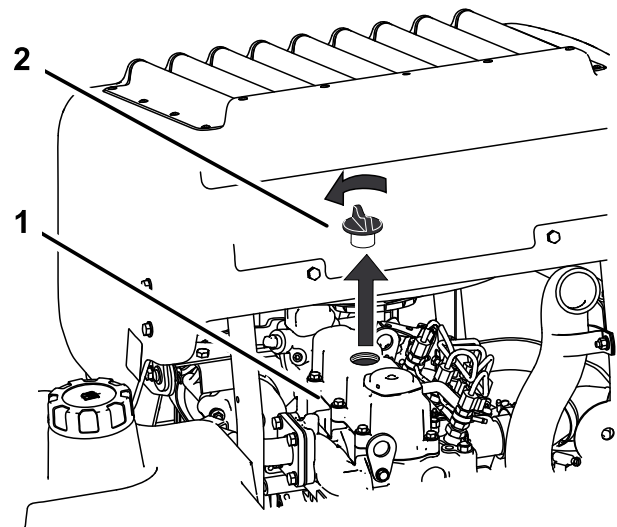

Figure 33
6. Retirez le bouchon de remplissage d'huile en haut du moteur (Figure 33). Cela facilitera la vidange de l'huile.
2. Retirez le bouchon de remplissage et la jauge (Figure 33).